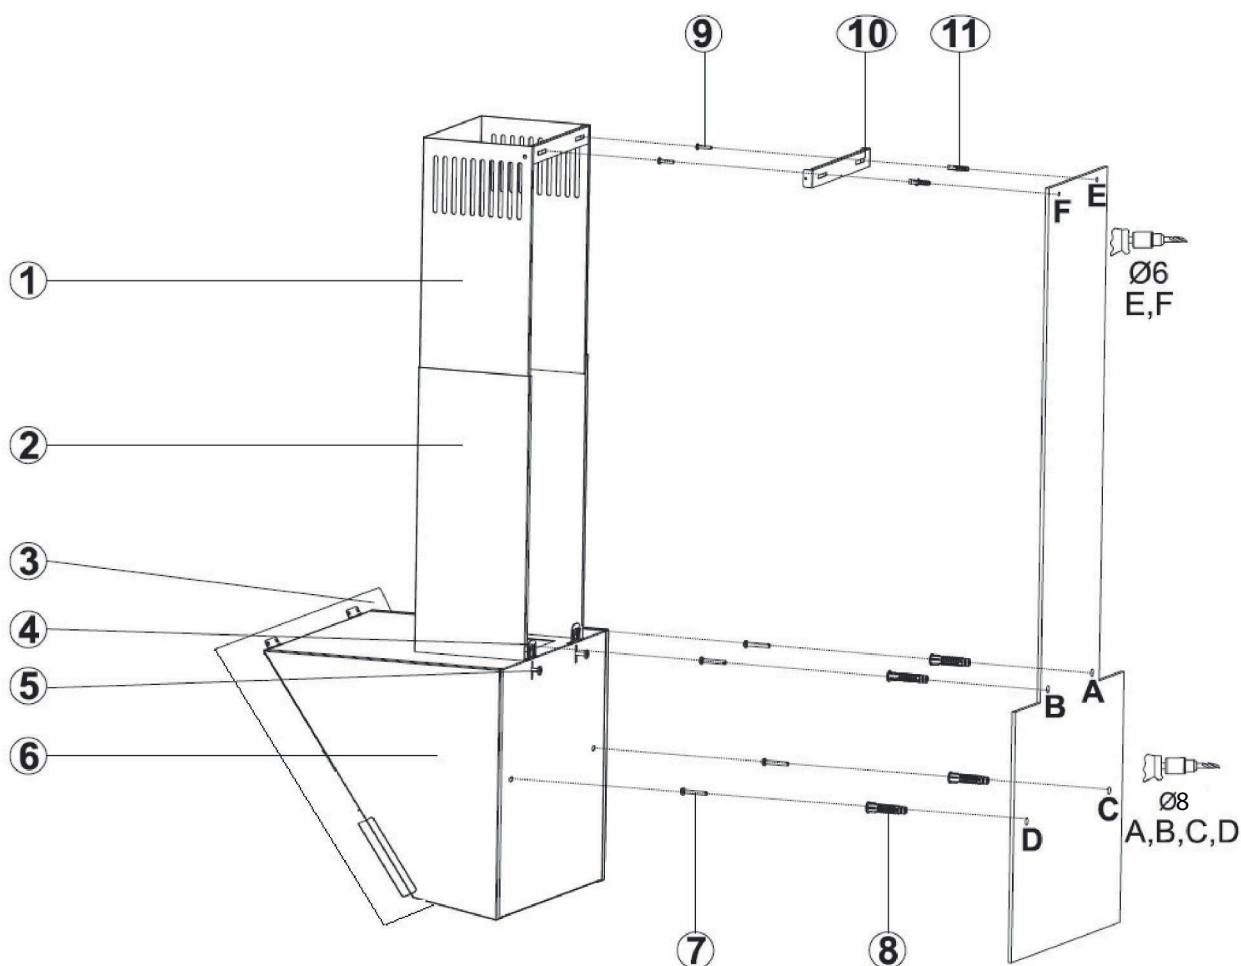

Fig. 12
1. ➤ Løsn skruen (4) til ophængningsbeslaget (5) og træk ophængningsbeslaget (5) op. Stram derefter skruen for at fastgøre beslaget (Fig. 12).
2. ➤ Montere emhætten ved brug af monteringskabelon. Hold monteringskabelonen op ad væggen og tag de anbefalede installations højder i betragtning. Bor huller i punkterne A, B, C & D (Fig. 12).
3. ➤ Placer Ø 8 mm rawlplugs (8) i borede A, B, C og D punkter, og skru skrue til A + B-punkter med 5 mm mellemrum mellem skruetop og væggen (Fig. 12).
1. ➤ Vægbeslaget til skorstenen (10) holdes hen mod væggen der hvor den skal placeres. Herefter markeres punkterne E & F (Fig. 12).
2. ➤ Bor punkter E og F med Ø 6 mm bor, og sæt Ø 6 mm rawlplugs. Montere vægbeslaget til skorstenen med 3,9x22 skrue (Fig. 12).